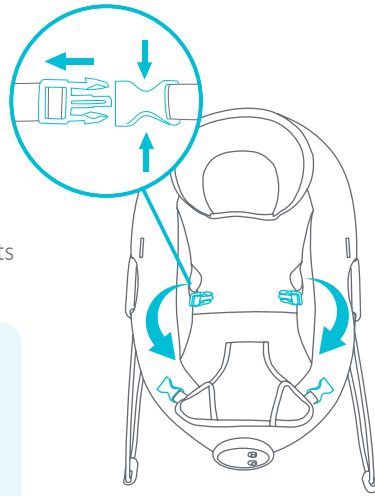
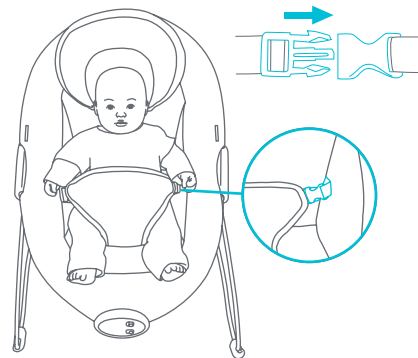
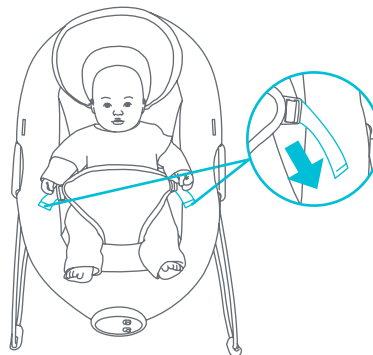

Fig. 14a
Fig. 14b
Fig. 14c
- 14) • If buckled, unbuckle the straps on each side of the seat restraint (Fig. 14a). Carefully place the child in the bouncer seat and buckle the straps (Fig. 14b). Adjust the straps so that the restraint fits the child snugly (Fig. 14c).
- Si está abrochado, desabroche las correas a cada lado del cinturón de seguridad (Fig. 14a). Coloque al niño cuidadosamente en el asiento del rebotador y abroche las correas (Fig. 14b). Ajuste las correas de modo que el cinturón sujete firmemente al niño (Fig. 14c).